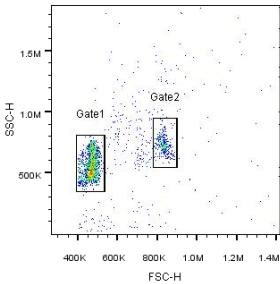

图 1
- 2) 检测空白微球，调整 FSC-SSC 散点图，使两群微球落在预定的范围，设 SSC 较小的的群为“Gate1”，较大的微球群设为“Gate2”，如图 1。